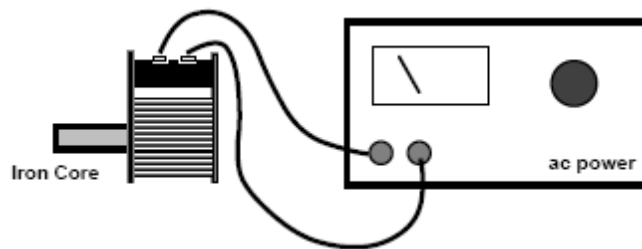

Figura 5
- Coloque el núcleo de barra sin estar centrado, como se ve en la figura 5, aplique un voltaje de 6Vcd con la fuente de cd durante 5 segundos después baje el voltaje a 1V. Observe que sucede con el núcleo de hierro.